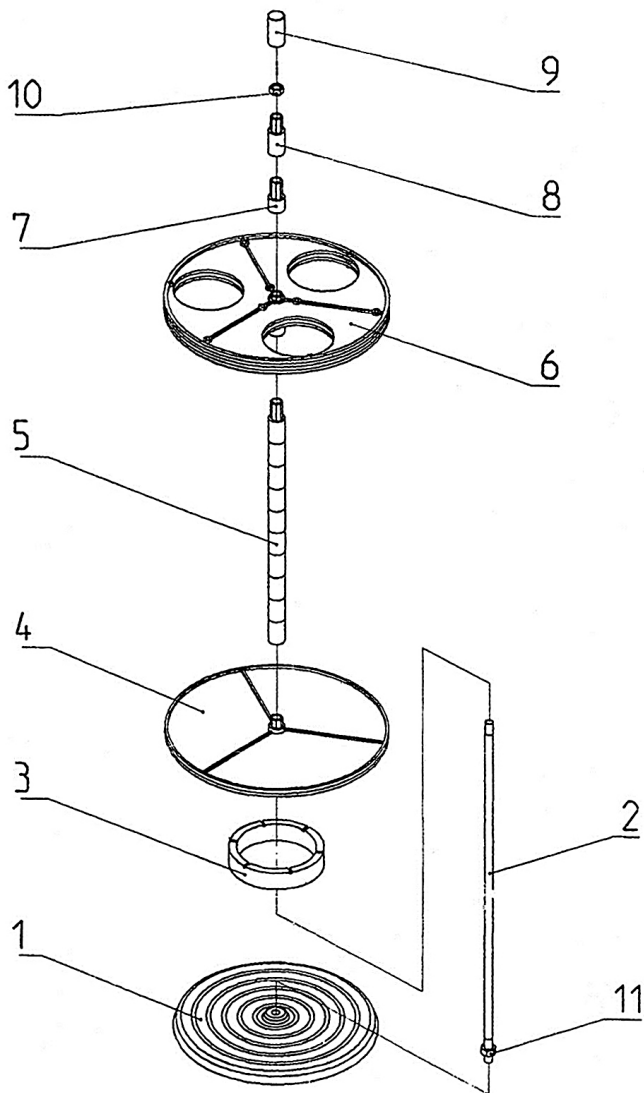
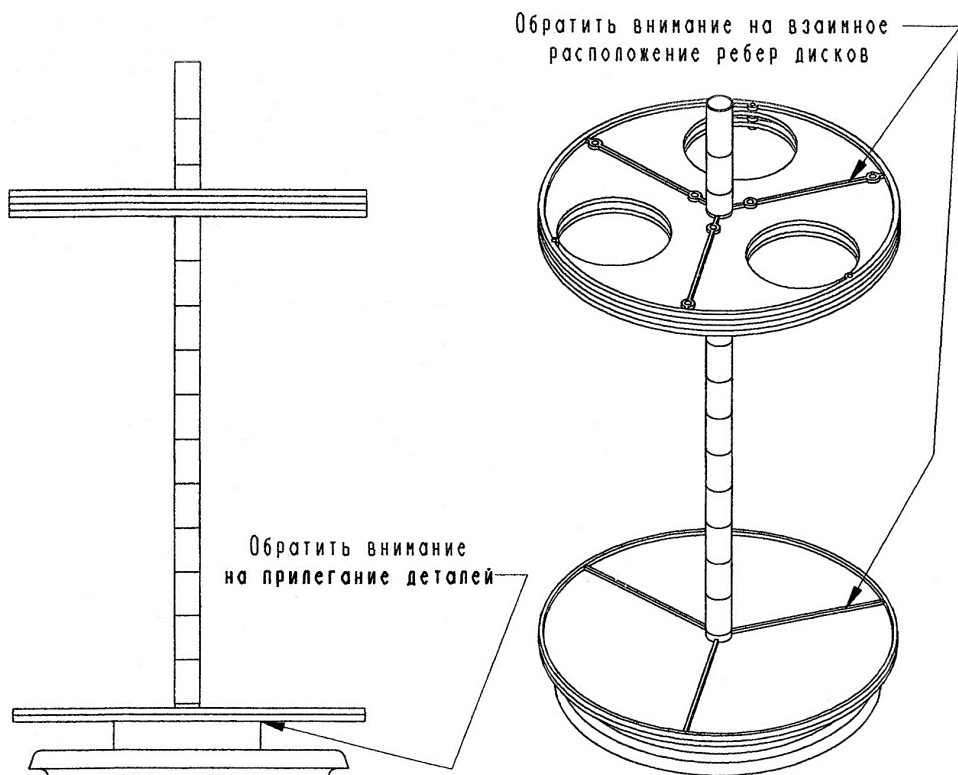

Рисунок 1
Рисунок 2
Сборка штатива производится пользователем в соответствии с прилагаемой схемой сборки (Рисунок 1) с учётом замечаний (Рисунок 2), в последовательности, описанной ниже.
- 3.6. Удерживая диск 4 и кольцо 3 в совмещённом положении, надеть их на шпильку 2 и переместить вниз до упора кольца 3 в основание 1. После этого проконтролировать совпадение пазов кольца и рёбер на диске (Рисунок 2).
- 3.8. Установить двойной диск 6 фирменным логотипом вверх. При этом вращением подобрать такое его положение, в котором рёбра дисков 4 и 6 совпадают (Рисунок 2).